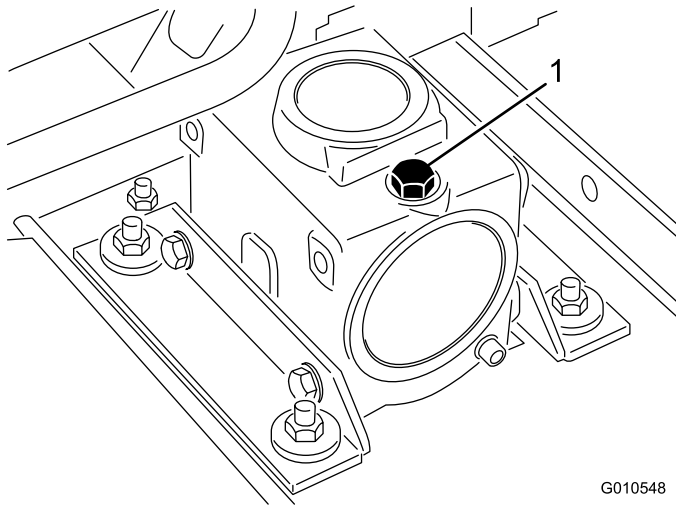

Bild 6
2. Nehmen Sie den Ölpeilstab bzw. die Ablassschraube oben am Getriebe ab (Bild 6) und stellen Sie sicher, dass der Schmiermittelstand zwischen den Marken am Peilstab liegt. Wenn der Schmiermittelstand niedrig ist, füllen Sie Schmiermittel ein, bis der Stand zwischen den Markierungen liegt.